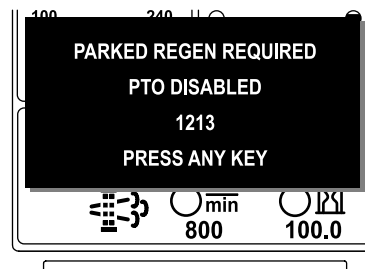

Рисунок 50
- Если вы не выполните стационарную регенерацию в течение 2 часов, дисплей инфо-центра отобразит сообщение «Требуется стационарная регенерация — вал отбора мощности выключен» — ИНФОРМАЦИОННОЕ СООБЩЕНИЕ № 1213 (Рисунок 50).